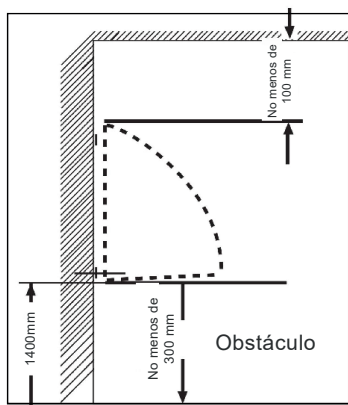

Imagen 1
1. Utilizando los elementos y parámetros recomendados para la instalación, marque la posición del secador de manos en la pared (Imagen 1).